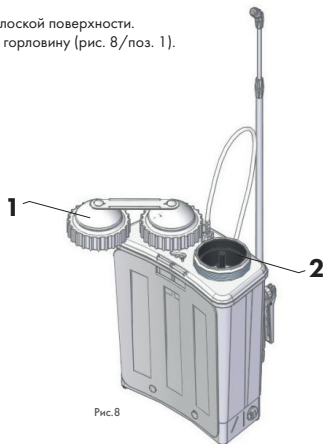
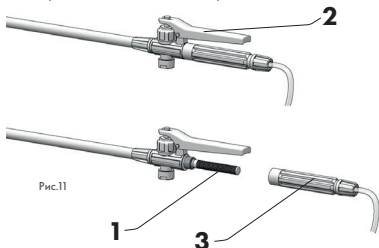
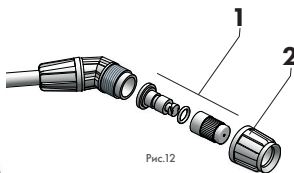

Рис.8
Рис.11
Рис.12
Откройте гайку, защищающую заливную горловину (рис. 8/поз. 1).
Через находящиеся под ней ситечко (рис. 8/ поз. 2), влейте подготовленную заранее рабочую жидкость. Возможные загрязнения, которые были в ситечке, выбросите. Накрутите гайку, защищающую заливную горловину. Ситечко может остаться под гайкой. Перенесите опрыскиватель на место работы. Теперь можете наложить опрыскиватель на спину и отрегулировать ремни. **Опрыскиватель поднимайте за ремень без пряжки ремня безопасности.** Отрегулируйте и застегните набедренный пояс. Направьте наконечник распылительной трубки на место, которое опрыскивается и включите опрыскивание с помощью рычага при рукоятке распылительной трубки (рис. 11/поз. 2). Опрыскивание выполнять в соответствии с направлением ветра.
Фильтр (рис. 11/поз. 1) находящийся в рукоятке распылительной трубки (рис. 11/поз. 3) и форсунку (рис. 12/поз. 1) находящуюся в конце распылительной трубки (рис. 1/поз. 7) очищайте периодически или перед каждым длительным простоем.
Отвинтите гайку наконечника копья (рис. 12/поз. 2). Замените сопло (рис. 12/поз. 1). Гайка кончик копья с насадкой винт на копье для получения герметичности. Замена сопла может быть выполнена без сброса давления с устройства.
2. Нажмите на рычаг (рис. 11/поз. 2), включая опрыскивание.
Засоренное распылительное сопло (рис. 12/поз. 1).	Открутите гайку насадки распылительной трубки (рис. 12/поз. 2), достаньте и демонтируйте распылительную форсунку (рис. 12/поз. 1) и прополощите проточной водой. Соберите в обратном порядке.